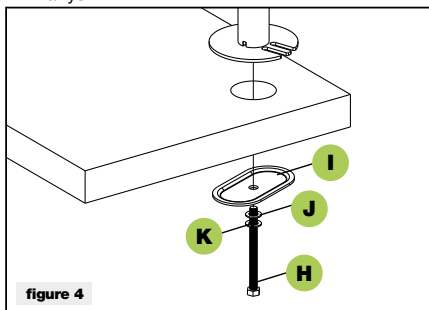

figure 4
2. Position the pole (a) on the mounting surface and secure using the support plate (i), M10 washer (j), spring washer (k) and M10 bolt (h). Fasten the M10 bolt using provide wrench (o), see figure 4.
2. Das Rohr (a) auf der Montagefläche positionieren und mithilfe der Haltescheibe (i), der Unterscheibe M10 (j), der Federscheibe (k) und der Schraube M10 (h) fixieren. Die Schraube M10 mit dem mitgelieferten Schlüssel (o) festziehen, wie in Abbildung 4 gezeigt.
2. Placer le tube (a) sur la surface de montage et le fixer en utilisant la plaque de support (i), la rondelle M10 (j), la rondelle élastique (k) et la vis M10 (h). Serrer la vis M10 à l'aide de la clé fournie (o), conformément à la figure 4.
2. Posicionar el tubo (a) sobre la superficie de montaje y sujetarlo usando la placa de soporte (i), la arandela M10 (j), la arandela elástica (k) y el tornillo M10 (h). Apretar el tornillo M10 usando la llave incluida (o), como en la ilustración 4.
2. Umieścić rurę (a) na powierzchni montażowej i umocować ją za pomocą płytki wspierającej (i), podkładki M10 (j), podkładki elastycznej (k) i śruby M10 (h). Dokręcić śrubę M10 kluczem (o) znajdującym się na wyposażeniu, jak pokazano na rys. 4.